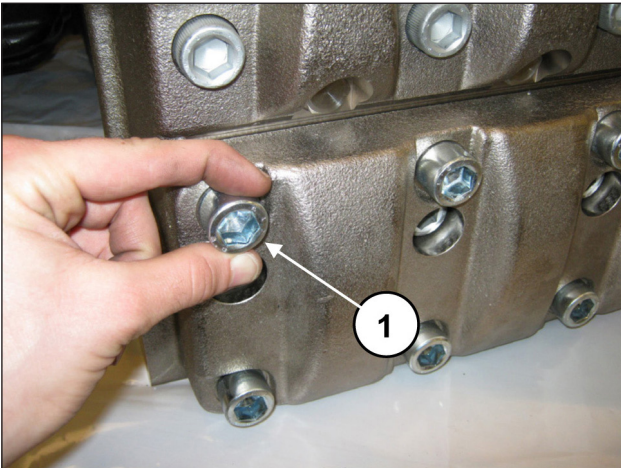
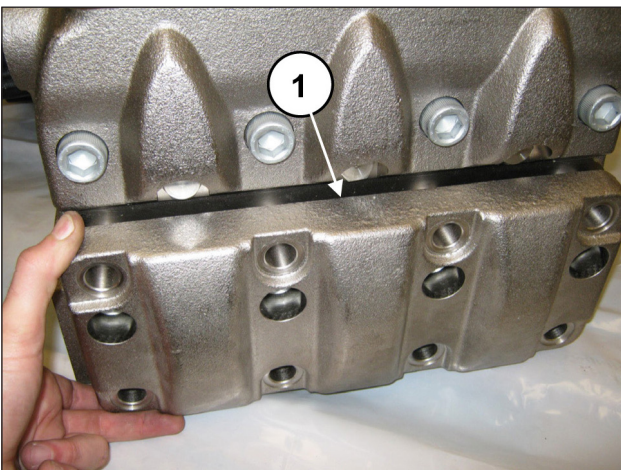

Fig. 136
Fig. 137
Dévisser les 8 vis M16x45 du couvercle des soupapes d'aspiration (rep. ①, Fig. 136) et déposer le couvercle (rep. ①, Fig. 137).